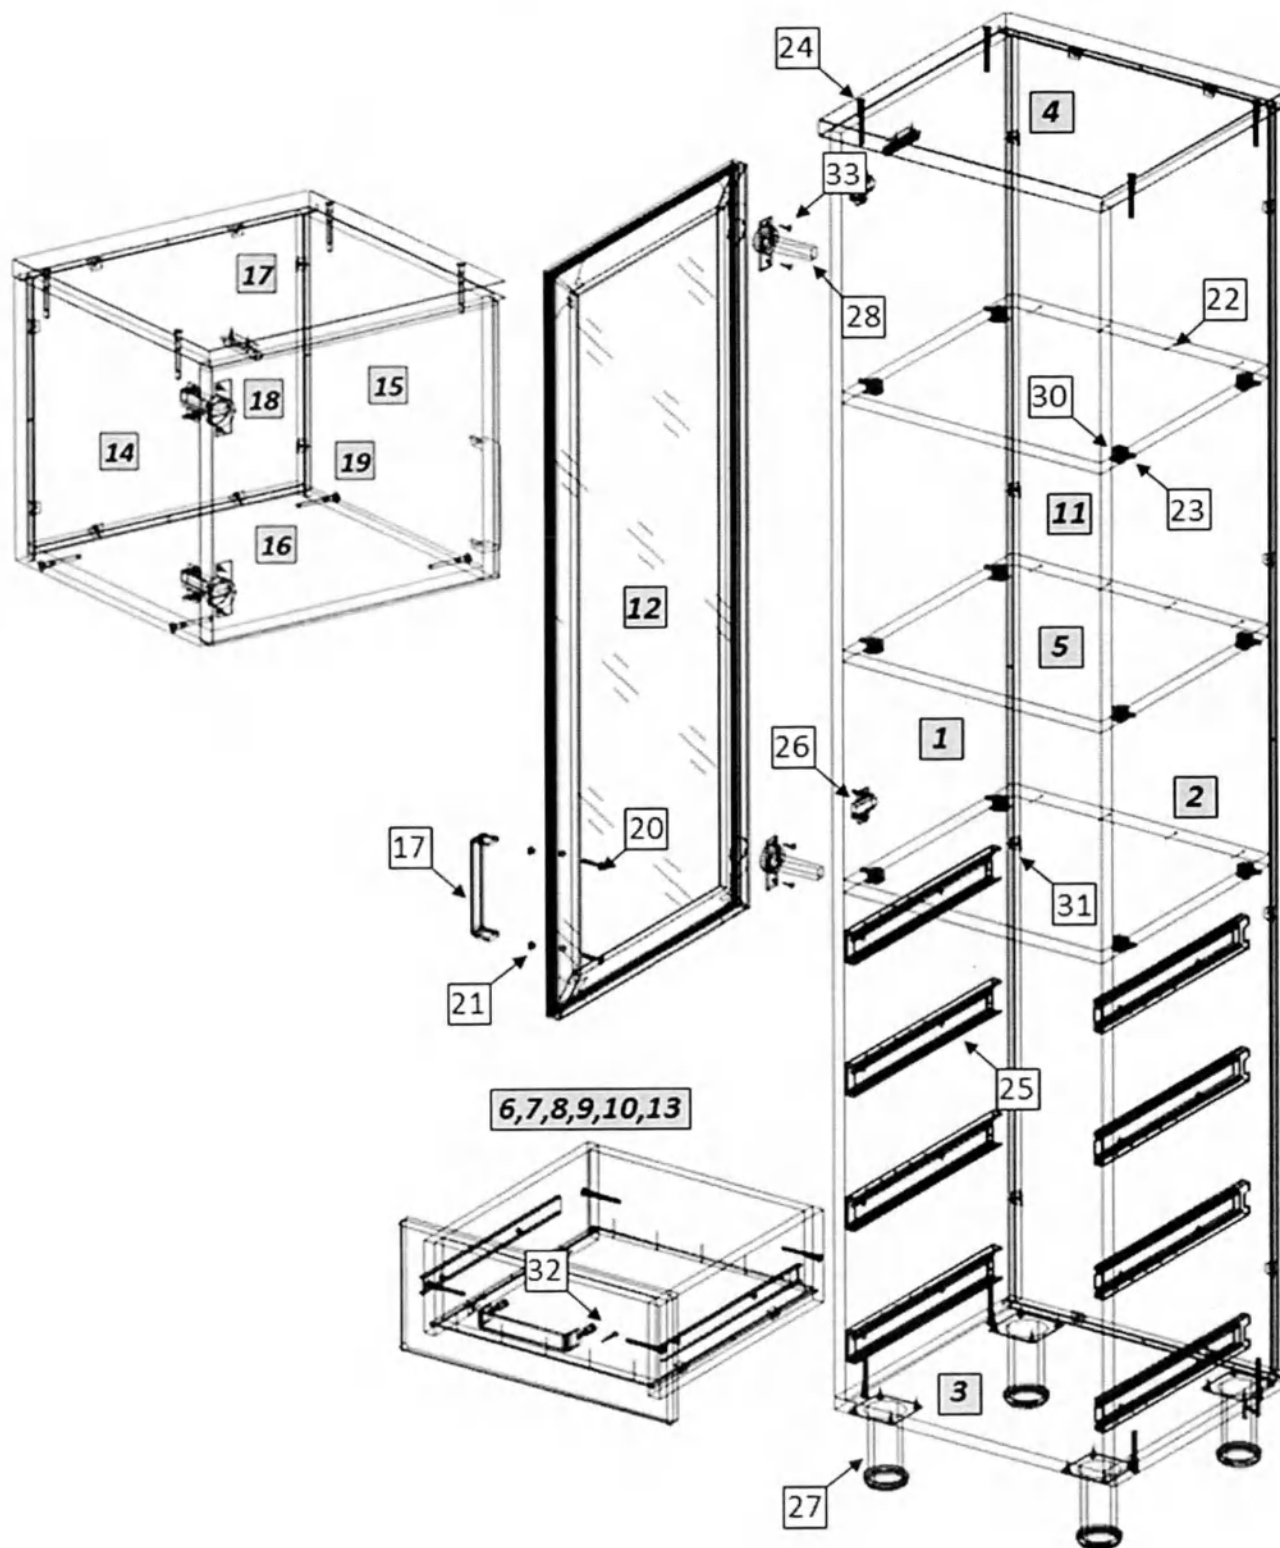

Рис.1
1. Внимательно ознакомьтесь со схемой сборки, изображённой на рис. 1, сверяясь со спецификацией на изделие. Согласно схеме и спецификации определите расположение деталей в изделии и порядок их сборки. Сборка производится на ровном полу, укрытом материалом, предотвращающим повреждение покрытия пола и деталей мебели. Подготовьте необходимые для сборки инструменты – плоскую и крестовую отвёртки, молоток, рулетку или линейку.
2. На боковых стенках (1,2) установите ввинчиваемые дюбели эксцентриковых стяжек (17); установите монтажные планки петель (20). На боковых стенках (1,2) шурупами 4×16 (27) закрепите направляющие (19). На горизонтальных стенках (5) установите эксцентриковые стяжки (24). Евровинтами (18) соедините боковые стенки (1,2) с горизонтальной нижней стенкой (3) и крышкой (4), установив в пазы заднюю стенку (11). Закрепите заднюю стенку в пазах уголками (25). Установите и закрепите горизонтальные стенки (5), гвоздями (16) зафиксируйте к ним заднюю стенку. На горизонтальной нижней стенке (3) шурупами (27) закрепите опоры (21).
3. На стеклянной двери (12) установите петли (22) шурупами (27) и ручку (23). Для правильной установки ручки на фасад из алюминиевого профиля, в отверстия в стекле должны быть установлены втулки (15), ручка крепится винтами (14) (усилие не должно быть чрезмерным, чтобы избежать повреждения стекла). Закрепите дверь к боковой стенке шкафа. При необходимости отрегулируйте положение двери винтами петель.
4. Сборка ящиков. Евровинтами (18) соедините боковые стенки ящика (6,7) с задней (8) и передней (9) стенками. Дно ящика (10) установите в пазы и закрепите к задней и передней стенкам гвоздями (16), к боковым стенкам – уголками (25). Шурупами 4×16 (27) закрепите узкие части направляющих (19). Шурупами 3.5×30 (26) закрепите фасад (13) к передней стенке ящика (9). Установите ручку (23). Установите собранные ящики в корпус шкафа.